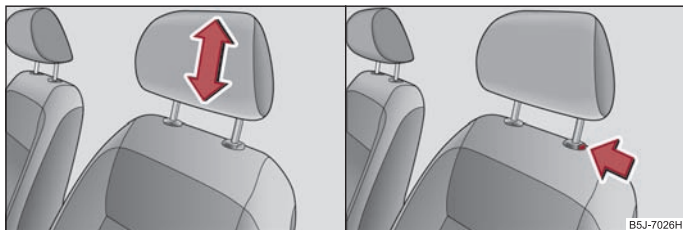

Fig. 48 Tetierele: Reglare / Extragere
- Cuprindeți tetiera cu ambele mâini de părțile laterale și împingeți-o în sensul tijelor de ghidare din metal, în sensul indicat de săgeata ⇒ fig. 48 în partea dreaptă, în sus sau în jos.
- Dacă doriți să împingeți tetiera în jos, trebuie să apăsați tasta de siguranță ⇒ fig. 48 în dreapta și cu cealaltă mână să apăsați tetiera în jos.
- Apăsați tasta de siguranță în sensul săgeții ⇒ fig. 48 și scoateți tetiera.